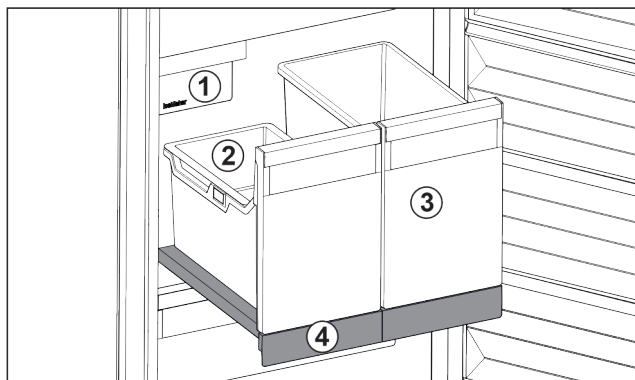

Fig. 32 Utdragshylla med IceTower
- (1) IceMaker
- (2) Hängande fack för istärningar
- (3) Behållare för t.ex. pizza, alkoholhaltiga drycker
- (4) Utdragshylla
Det finns två stora behållare på utdragshyllan (IceTower). I behållaren Fig. 32 (2) lagras och samlas istärningar från IceMaker. Behållaren Fig. 32 (3) är avsedd för förvaring av höga livsmedel som pizzor eller alkoholhaltiga drycker.